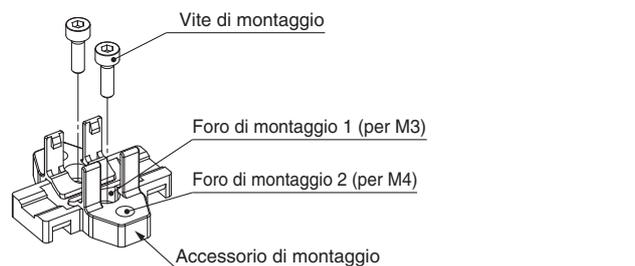

Fig. 3
- 1) La squadretta standard di ZH18/20D□A può essere montata usando i fori di montaggio 1 o 2 (Fig. 3).
- 2) Quando si monta il prodotto usando il foro 1, montare prima la squadretta nella posizione di installazione (Fig. 3).